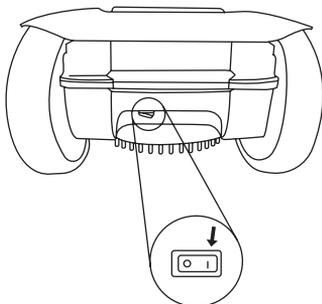

Figure 1
- Appuyez sur le bouton On/Off situé à l'arrière du robot afin de mettre l'appareil sous tension (Figure 1).